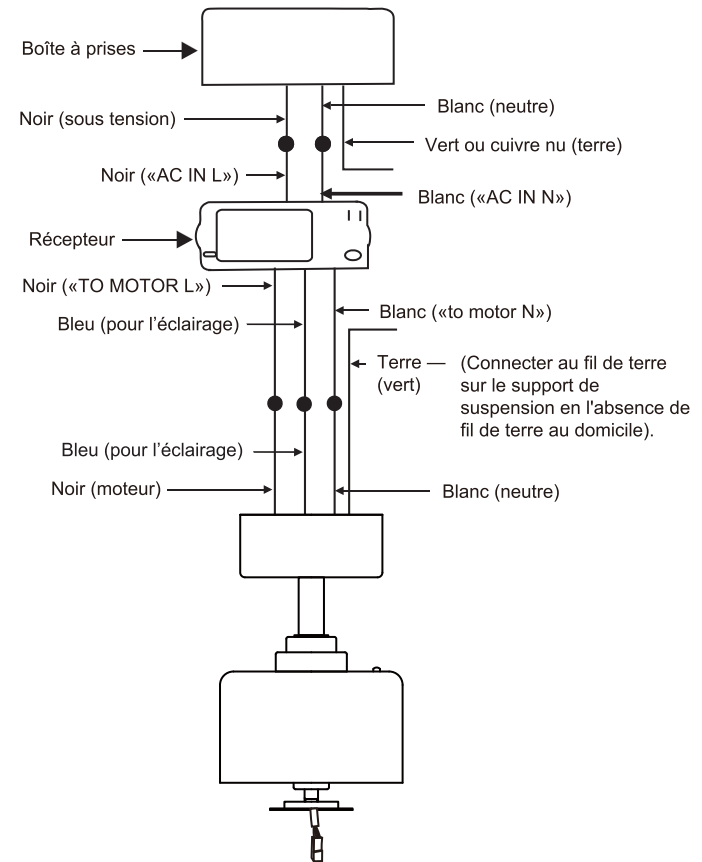

Fig. 14
Étape 2. Connexions électriques entre le moteur et le récepteur : (Fig. 14)
Étape 3. (Fig. 14) Connexions entre récepteur et fils d'alimentation du domicile :
Étape 4. (Fig.14) Si la boîte à prises a un fil de masse (vert ou cuivre nu), le connecter aux fils de mise à la terre du ventilateur : en l'absence de ce fil, connecter le fil de mise à la terre du ventilateur au support de montage. Sécurisez la connexion du fil avec l'écrou en plastique (fourni). Après avoir connecté les fils, séparez-les de sorte que les fils verts et blancs se trouvent sur un côté de la boîte à prises et les fils noirs et bleus de l'autre côté. Introduisez prudemment les raccordements des fils dans la boîte à prises.